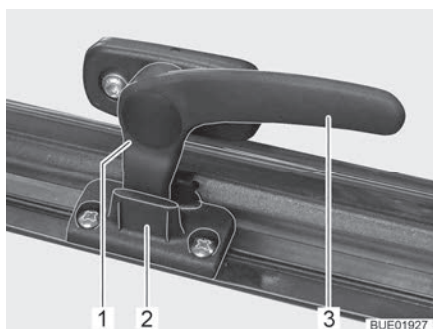

Fig. 31 Leva di serraggio in posizione "Aerazione continua"
- In posizione di "Aerazione continua" (Fig. 31)
- Ruotare la leva di serraggio (Fig. 31,3) di un quarto di giro verso il centro della finestra.
- Ruotare la leva di serraggio di un quarto di giro verso il telaio della finestra. Riportare contemporaneamente il nasello di chiusura (Fig. 31,1) nella rientranza della chiusura della finestra (Fig. 31,2).